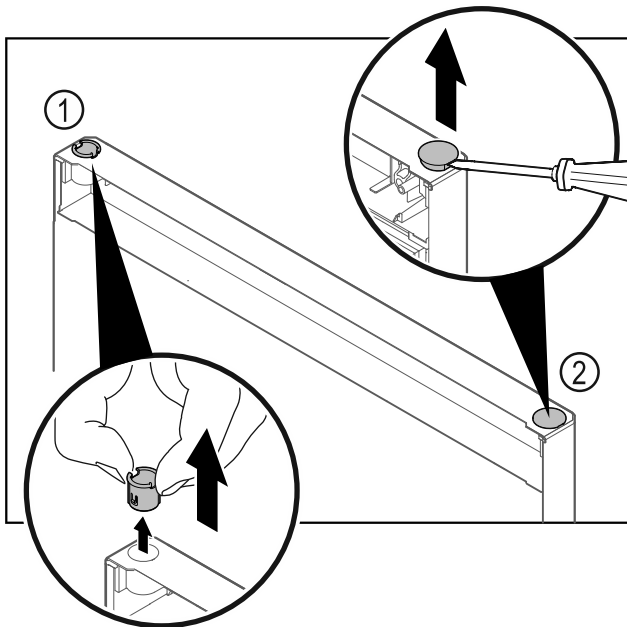

Fig. 31
- ▶ Húzza ki az ujjával a csuklópánt-perselyt Fig. 31 (1).
- ▶ A fedődugót Fig. 31 (2) egy lapos csavarhúzóval óvatosan emelje meg és húzza ki.